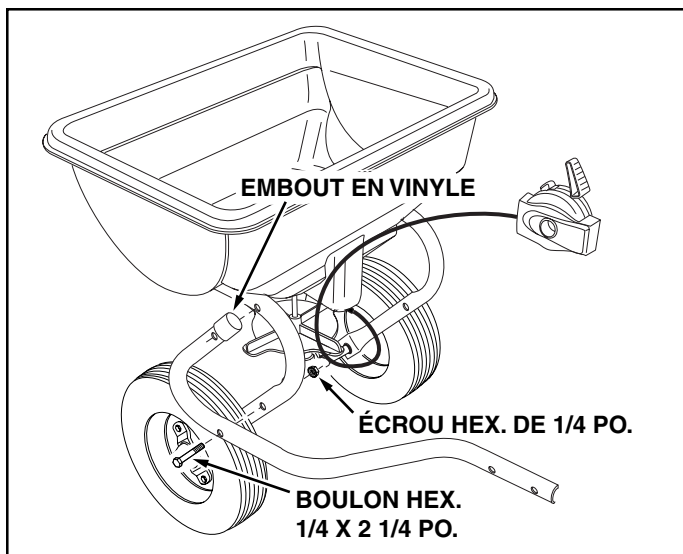

FIGURE 1
1. Placez les embouts en vinyle sur les extrémités des tubes gauche et droit de l'attelage. Voir la Figure 1.
2. Montez le tube d'attelage droit sur le tube de l'épandeur en utilisant deux boulons hexagonaux de 1/4 x 2 1/4 po. et deux écrous hexagonaux de 1/4 po. Ne serrez pas pour l'instant. Répétez l'opération pour le tube d'attelage gauche. Voir la Figure 1.